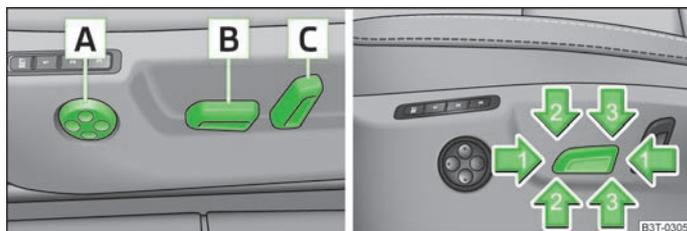

Fig. 55 Elementos de comando para o ajuste eléctrico dos bancos
- Pressione o interruptor » Fig. 55 para a frente ou para trás, no sentido da seta 1.